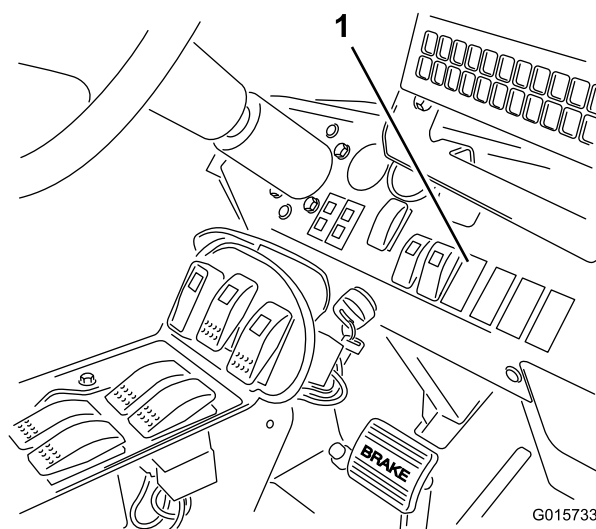

Figure 18
2. Retirez le cache à l'emplacement du commutateur sur le tableau de bord, illustré à la Figure 18.